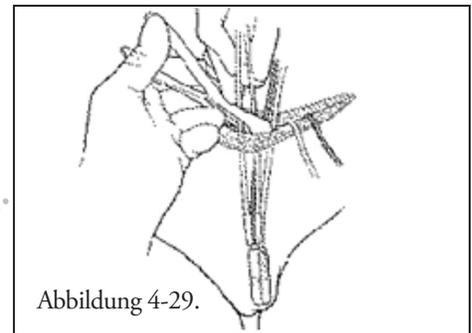

Abbildung 4-29.
- Pumpe mit Deaktivierungsknopf nach außen so im Raum platzieren, dass sie spürbar ist. Pumpenschlauch zum Leistenbereich verlegen (**Abbildung 4-29**).